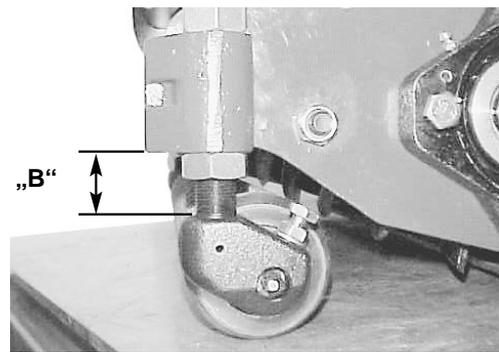

Bild 11
2. Bestimmen Sie die Höhe „B“ des vorderen Profilteils anhand der Abmessung in Tabelle 1, die in etwa zutrifft. Dieses Maß liegt zwischen der Unterseite des mittleren Gußteils und der Oberseite des Stangen- gußteils (Bild 11).
ANMERKUNG: Bei Abständen („B“) an den vorderen Walzen über 38 mm wechseln Sie die Einbaulage der langen und kurzen Einstellmutter, um eine bessere Abstützung herbeizuführen (Bild 11).